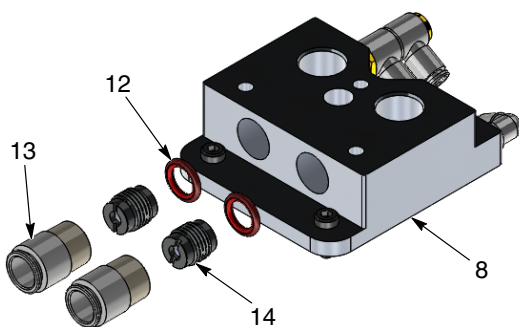

Figura 7 Desmontaje del bloque central
- Ver la figura 7. Extraer los dos racores (14) de cada bloque central (8).
- Ver la figura 7. Extraer las dos válvulas de retención (14) de cada bloque central (8). Utilizar el dedo para extraer las dos juntas tóricas (12) de cada bloque central.
NOTA: La figura 7 solo muestra dos de los cuatro racores y las válvulas de comprobación que deben ser extraídas.
Ver la figura 7.